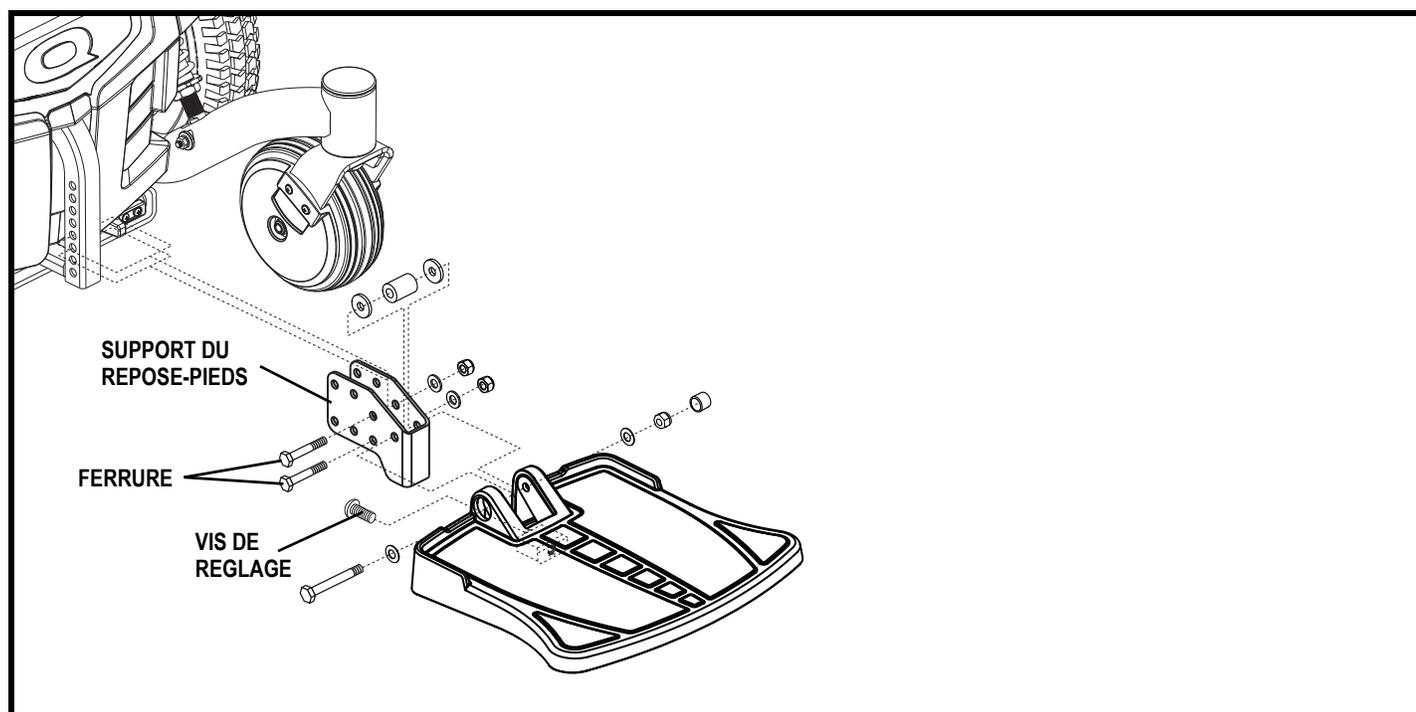

Figure 19. Ajustement de repose-pieds
1. Retirez les ferrures sur le support du repose-pieds. **Voir la figure 19.**
1. Relevez le repose-pieds pour trouver l'emplacement de la vis de réglage. **Voir la figure 19.**